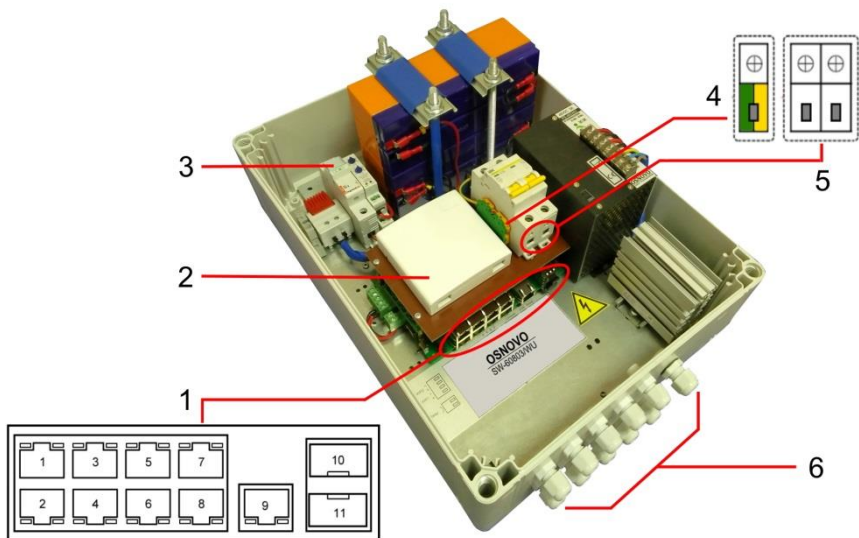

Рис. 4 Подключение коммутатора SW-60812/WU
1. Вставьте гермовводы в предназначенные для них отверстия в корпусе пластикового бокса (6) Рис.4, закрепите их пластмассовыми гайками с внутренней стороны корпуса.
2. Проденьте кабели витой пары через соответствующие отверстия гермовводов (Ø 3-6мм) снаружи внутрь корпуса (Рис.4).
4. Подключите обжатые разъемами RJ-45 кабели к коммутатору (1) Рис.4 (порты 1-9) и затяните гермовводы. Для обеспечения защиты от проникновения влаги внутрь корпуса, кабели должны быть плотно укреплены в гермовводах.
5. Зачистите оптоволоконный кабель на длину 25-30 см, пропустите его в отверстие гермоввода (Ø 3-6мм) Рис.4, затяните резьбу гермоввода так, чтобы кабели жестко фиксировались в зажиме гермоввода.
6. Соблюдая все требования технологии сварки оптоволоконного кабеля, приварите пигтейл (имеются в комплекте) к оптоволоконной жиле кабеля. Уложите оптоволоконный кабель в пазы кросса (2) Рис.4, следя за тем, чтобы диаметр колец не был менее 60 мм. Подключите разъем пигтейла к SFP модулю (в комплект поставки не входит) установленному предварительно в SFP разъем коммутатора (1) Рис.4 (разъемы SFP 10,11). Закройте крышку оптического кросса (2) Рис.4.
7. Аналогично пункту 2 протяните кабель питания от сети AC 100-240V / 50 Гц внутрь корпуса через соответствующий гермоввод (Ø 4-8мм), подключите кабель питания к клеммам автоматического выключателя (5) Рис.4 и клеммной колодке заземления (4) Рис.4. Затяните гермоввод.
8. Подключите источник резервного питания (АКБ) в цепь питания уличного коммутатора. Для этого вставьте плавкую вставку – предохранитель (входит в комплект поставки) в держатель (3) Рис.4.